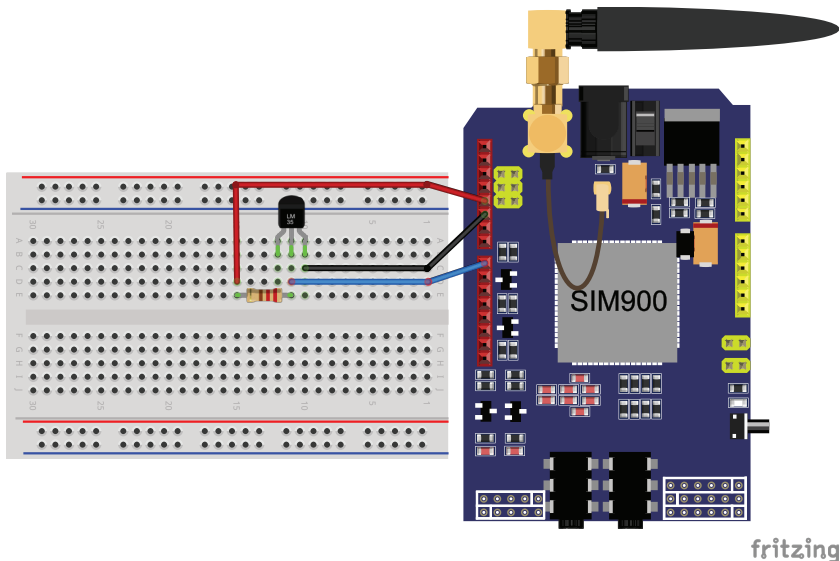

Рис. 32.1. Схема подключения модуля GSM/GPRS shield и датчика LM335.
GSM/GPRS shield на базе модуля SIMCom SIM900 выпускают несколько производителей, и платы имеют незначительные отличия. Также на некоторых платах расположены: слот для SIM-карты, стандартные 3,5 мм джек для аудиовхода и выхода и разъем для внешней антенны. На плате GSM/GPRS shield имеется несколько перемычек, позволяющих выбрать тип serial-соединения (hardware или software). GSM/GPRS shield имеет два способа включения – аппаратный (кратковременное нажатие кнопки PWRKEY) и программный (используется один из выходов Arduino). Рассмотрим пример отправки и получения SMS-сообщений с помощью GSM/GPRS shield. Каждые 30 минут будем отправлять на определенный номер показания аналогового датчика температуры LM335, подключенного к выводу A0. Схема соединений эксперимента показана на рис. 32.1.
2. Собираем схему, согласно рис. 32.1.